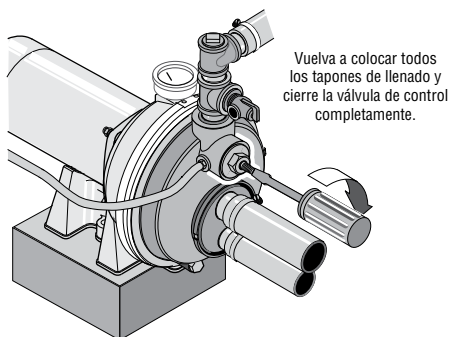

Figura 19: Bomba de Carga
2. Vuelva a colocar todos los tapones de llenado y cierre la válvula de control completamente (Figura 19).